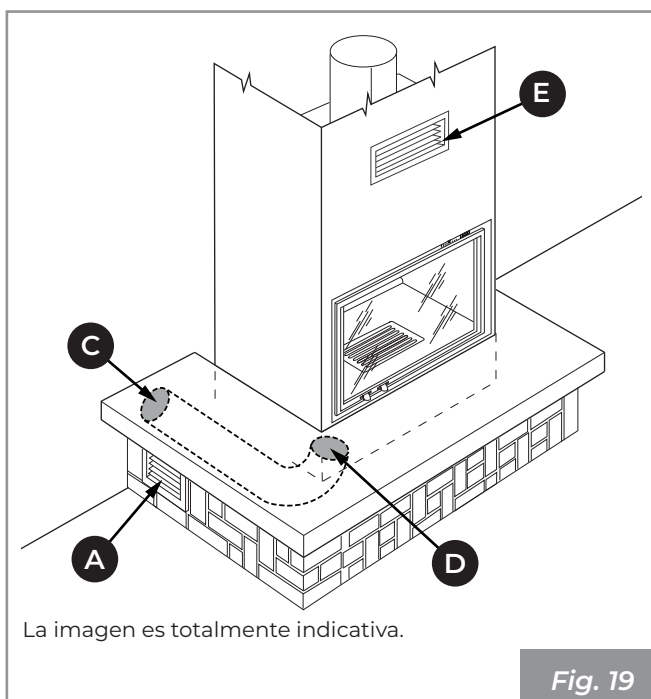

Fig. 19
- (**Fig. 19**): toma de aire externo (**C**) canalizada hasta el fogón. Rejilla inferior (**A**) suministrada para la recirculación del aire ambiente en el revestimiento;